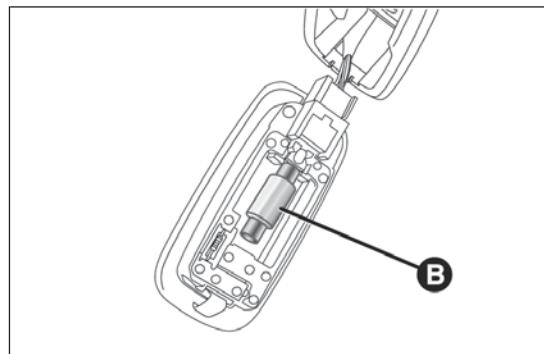

fig. 197
- ☐ sustituir la lámpara B fig. 197 soltándola de los contactos laterales;